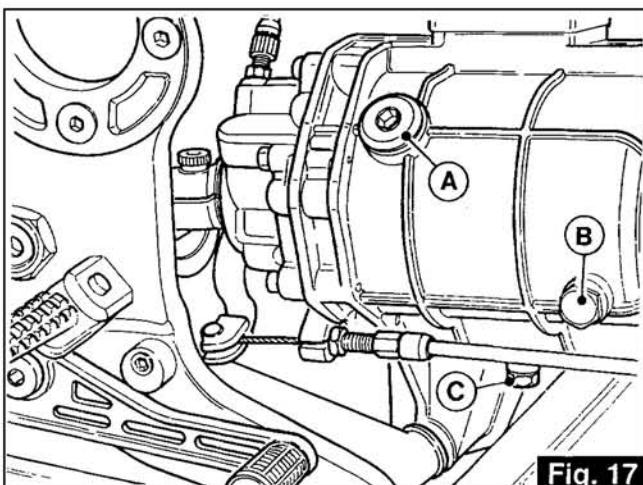

Fig. 17
4.3 LUBRIFICATION DE LA BOÎTE DE VITESSE (fig. 17)
4.3 SCHMIERUNG DES GETRIEBES (Abb. 17)